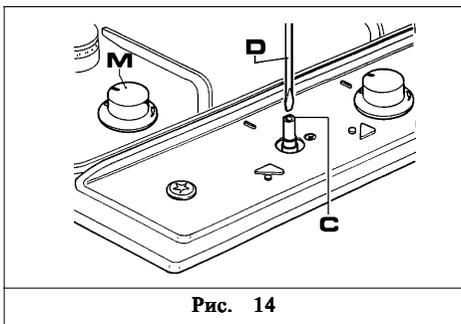

Рис. 14
- Снять ручку вентиля "М" (рис. 14), которая просто надевается на стержень и больше ничем не закреплена.
- Вставить маленькую отвертку "D" в отверстие "С" (рис. 14) и повернуть вправо или влево стопорный винт, до тех пор пока пламя конфорки не отрегулируется до соответствующего положению "Минимум".